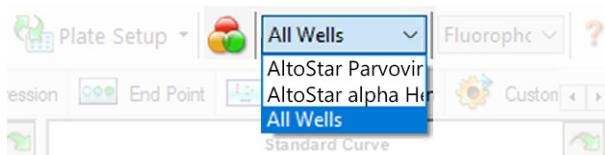

Figura 4: Botón Well Group (grupo de pocillos) y menú desplegable Well Group (grupo de pocillos)
En la ventana Data Analysis (análisis de datos), asegúrese de seleccionar el **Well Group** (grupo de pocillos) del kit AltoStar® Parvovirus B19 PCR Kit 1.5. Por tanto, haga clic en el menú desplegable **Well Group** (grupo de pocillos) junto al botón **Well Group** (grupo de pocillos) (consulte la figura 4) de la barra de herramientas. No utilice el **Well Group** (grupo de pocillos) «*All Wells*» (todos los pocillos). La selección de la figura 4 se usa como vista de ejemplo general.
1. En la ventana Data Analysis (análisis de datos), asegúrese de seleccionar el **Well Group** (grupo de pocillos) del kit AltoStar® Parvovirus B19 PCR Kit 1.5. Por tanto, haga clic en el menú desplegable **Well Group** (grupo de pocillos) junto al botón **Well Group** (grupo de pocillos) (consulte la figura 4) de la barra de herramientas.